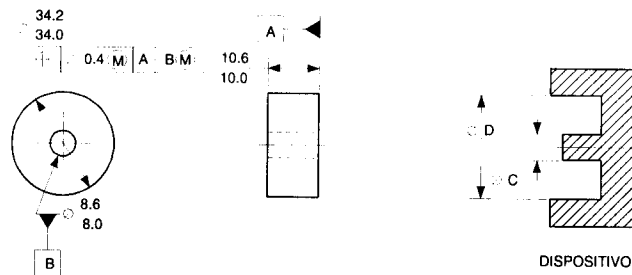

Figura 8
44. Usando la parte y el dibujo de la Figura 8, el tamaño del elemento de dispositivo para el diámetro D es . . .